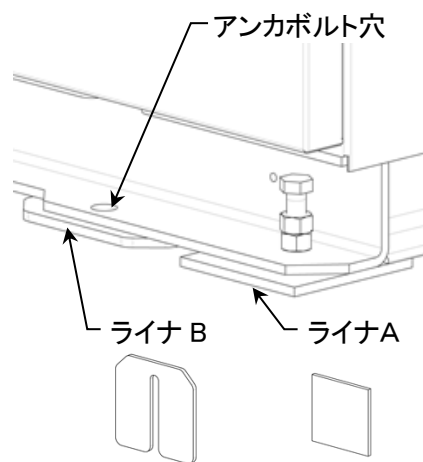

図 4-4
- 1) 機械据付ベッドチャンネルに溶接された前後4～6箇所のボルト(M12)の下、及びアンカ穴の下に鉄板製ライナ A, B を敷き機械をその上に据付けます。(図 4-4)